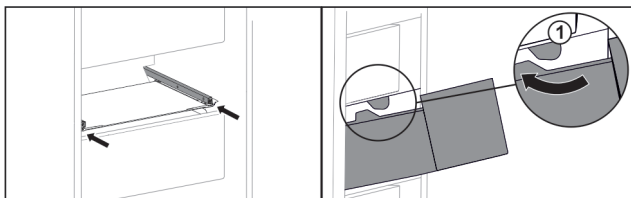

Fig. 149
- ▶ Lade rond de stoppers Fig. 149 (1) leiden.